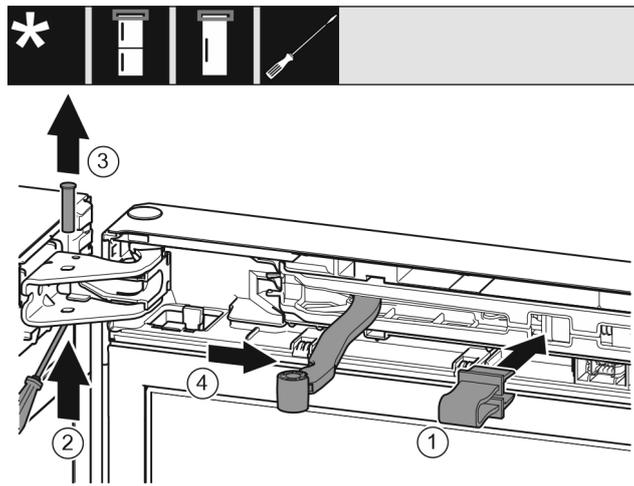

Fig. 8
► Innestare la protezione nell'apertura. Fig. 8 (1)
► Spingere verso l'esterno il perno con un cacciavite. Fig. 8 (2)
► Estrarre il perno verso l'alto. Fig. 8 (3)
► Ruotare il giunto articolato in direzione della porta. Fig. 8 (4)